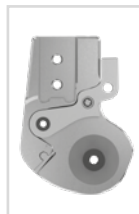

Fig. 17
- 7 Posizionare il dischetto di slittamento sulla parte superiore dell'articolazione (fig. 17).